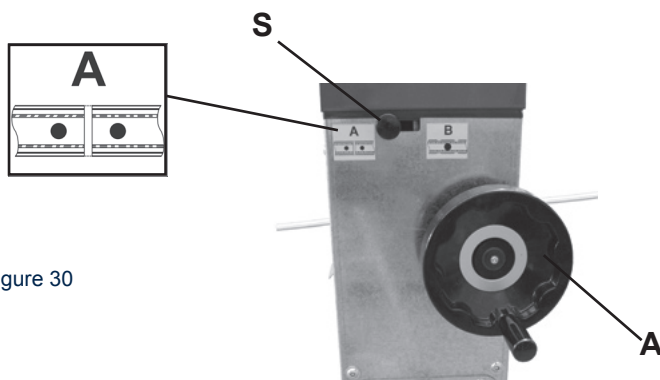
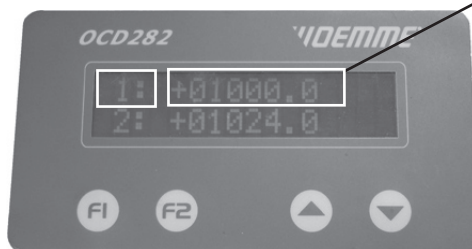
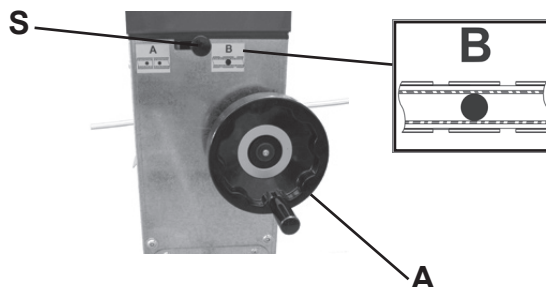
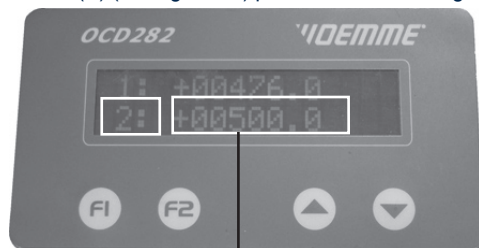

Figure 30
Figure 33
Figure 36
Figure 37
Bouger le sélecteur (**S**) à gauche pour sélectionner l'usinage **A** (voir figure 30).
Bouger la manivelle (**A**) (voir figure 30) jusqu'à l'apparition sur l'index « **H** » de la mesure de **1500 .0** (voir figure 31). Appuyer la touche (**P**) (voir figure 36) pour terminer la tringle (en même temps on a déjà arasé la tringle suivante).
Tourner la manivelle (A) (voir figure 30) jusqu'à lire sur l'index « 1 » la mesure de **1000.0** (voir figure 33).
Bouger le sélecteur (**S**) à droite pour sélectionner l'usinage **B** (voir figure 36).
Tourner la manivelle (**A**) (voir figure 36) jusqu'à l'apparition sur l'index « 2 » de la mesure de **500.0** (voir figure 37).
Appuyer sur la touche (**P**) (voir figure 36) pour exécuter l'usinage de la crémonne.